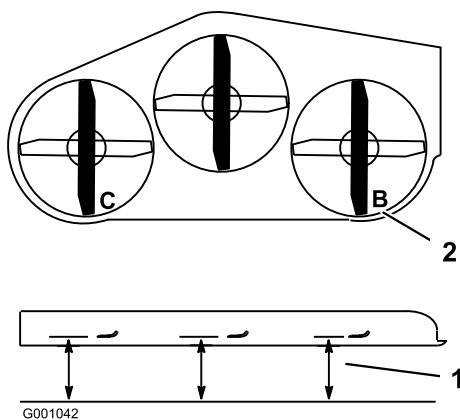

Figura 76
1. Coloque la cuchilla derecha en posición longitudinal (Figura 76).
2. Mida la cuchilla derecha en la posición **B** desde una superficie nivelada hasta el filo de corte del extremo de la cuchilla (Figura 76).
4. Coloque la cuchilla izquierda en posición longitudinal (Figura 76).
5. Mida la cuchilla izquierda en la posición **C** (Figura 76) desde una superficie nivelada hasta el filo de corte del extremo de la cuchilla.